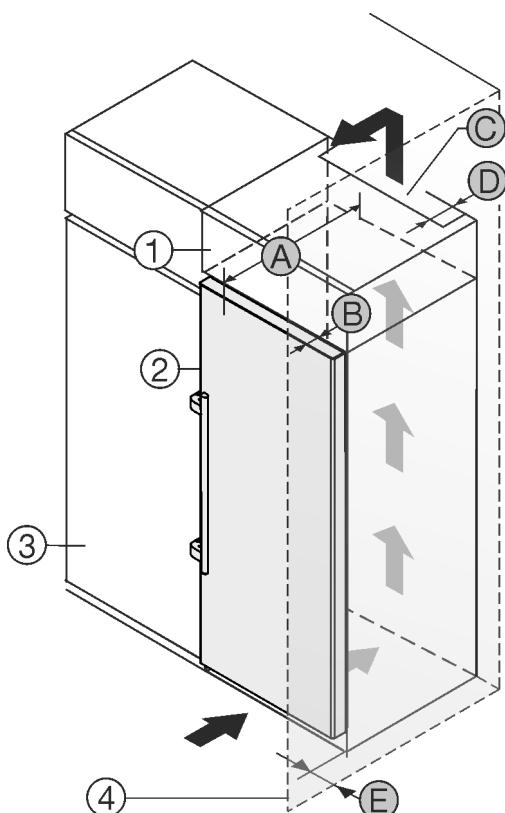

Fig. 2
Můžete přístroj nainstalovat přímo vedle kuchyňské skřínky Fig. 2 (3).*
Na zadní straně nástavné skřínky musí být větrací šachta hluboká Fig. 2 (D) přes celou šířku nástavné skřínky.*
Pod stropem místnosti musí být dodržen ventilační průřez Fig. 2 (C).*
Když přístroj instalujete závěsy vedle stěny Fig. 2 (4), musí být vzdálenost mezi přístrojem a stěnou minimálně 57 mm. To odpovídá přesahu madla při otevřených dveřích.*